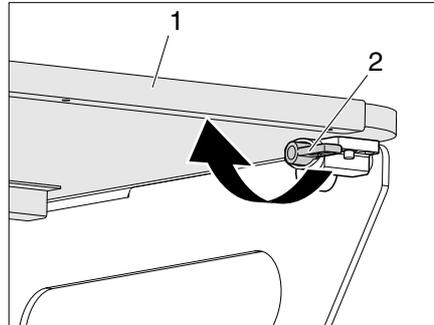

Bild 24 Riegel der Bettverlängerung
- Riegel (Bild 24,2) links und rechts an der Bettverlängerung (Bild 24,1) um 180° drehen.